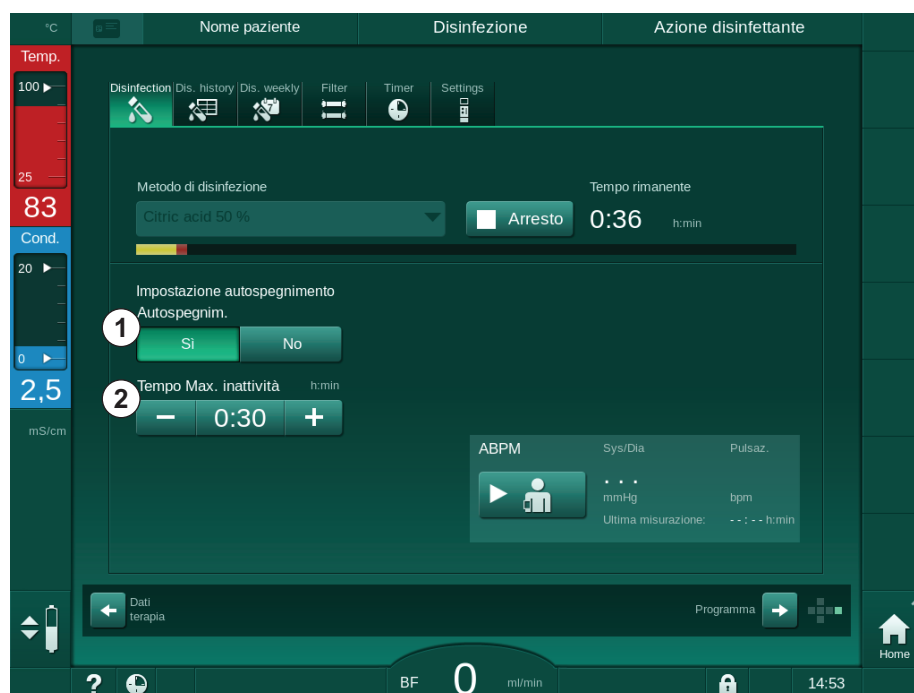

Fig. 7-16 Disinfezione in corso - *Autospegnimento* attivato
Dopo aver selezionato la videata di disinfezione, viene indicata l'impostazione per *Autospegnimento* (*Si* o *No*) nonché il tempo di inattività massimo se *Si*). L'impostazione della funzione può essere modificata in ogni momento prima o dopo l'avvio della disinfezione toccando *Autospegnimento, Si* o *No* (Fig. 7-16, ①).